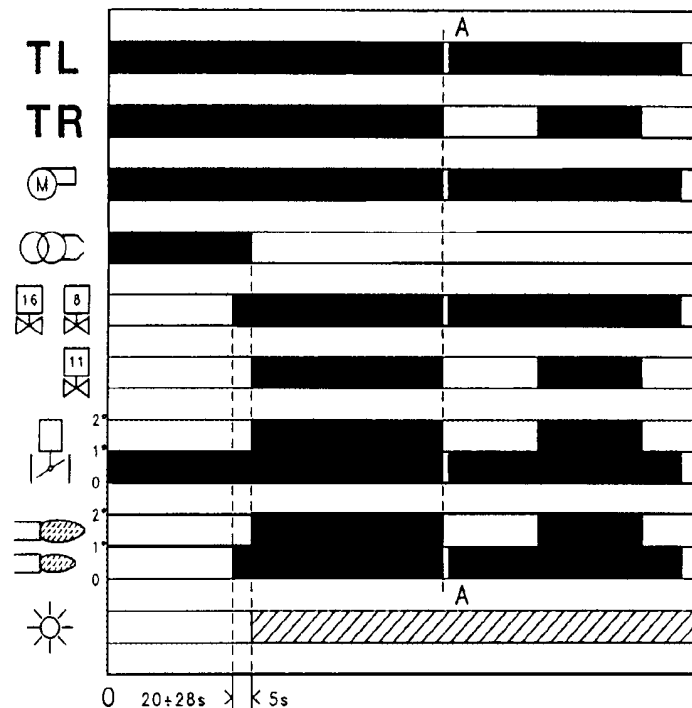
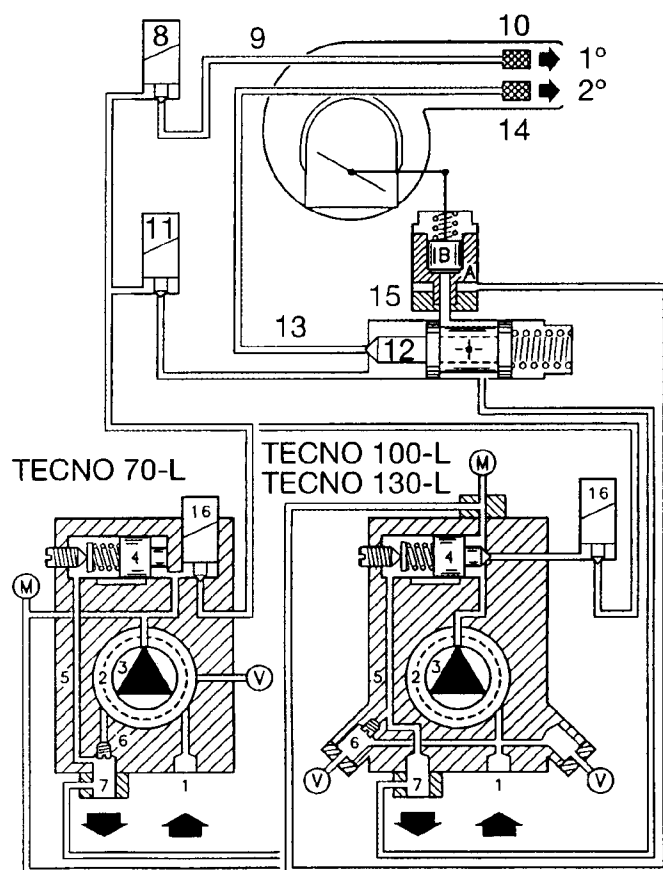

Рис. 31
Рис. 32
5.1. Запуск (Рис. 31 и Рис. 32)
Запуск происходит также, как в предыдущей установке. Если температура повышается до отключения TL, горелка остановится (Линия А-А на графике Рис. 31). Когда электроклапаны остаются без напряжения, то перекрывают путь топливу и горелка выключается. Поршень (12) закроет трубопровод (13), топливо, содержащееся в гидравлическом цилиндре, поршень В возвращает топливо через возвратный трубопровод (7) и регулятор воздуха закроется.